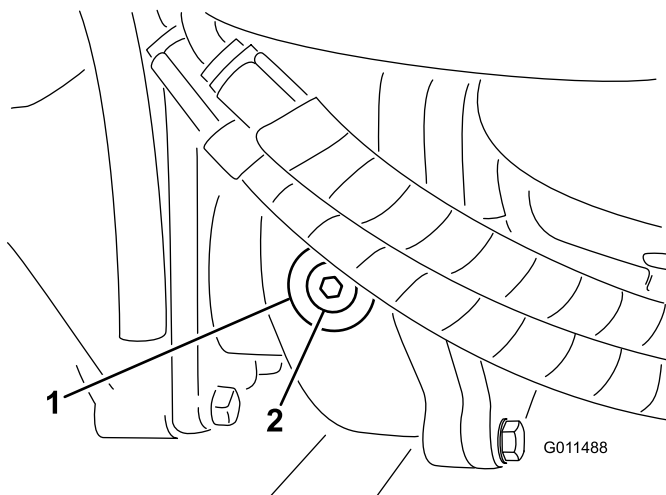

Figure 15
2. Enlevez le bouchon de contrôle/remplissage du côté gauche du boîtier d'engrenages (Figure 15) et vérifiez que le lubrifiant atteint la base de l'orifice. Si le niveau est bas, ajoutez suffisamment de lubrifiant pour rectifier le niveau.